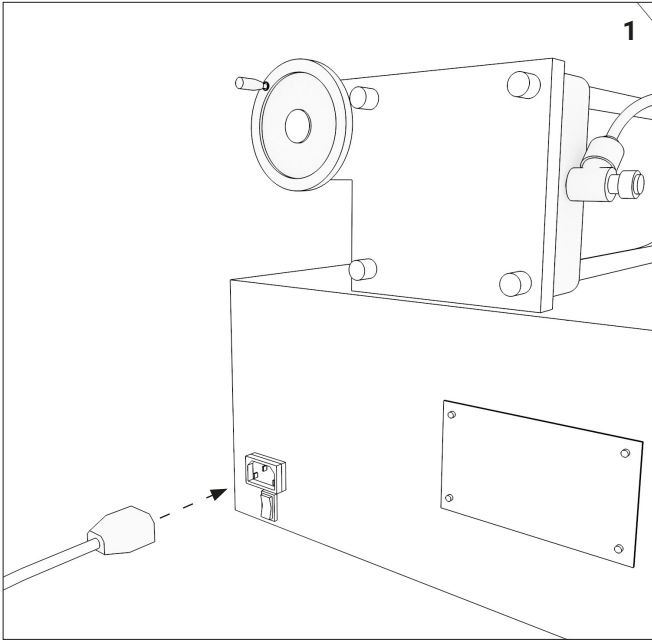

Рис. 17
10.17. Подключить кабель питания (рис. 17). Избегать подключения оборудования к электрической сети с резкими колебаниями рабочих характеристик (например, вызванными работой от этой же сети мощных машин и агрегатов). Оптимальным источником электропитания для машины является источник, который питает только данное оборудование и имеет жесткие характеристики.